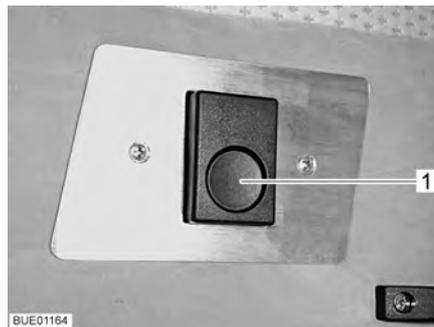

Fig. 75 Déverrouillage
- Appuyer sur le bouton de déverrouillage (Fig. 75,1). Le dispositif de verrouillage est alors débloqué.